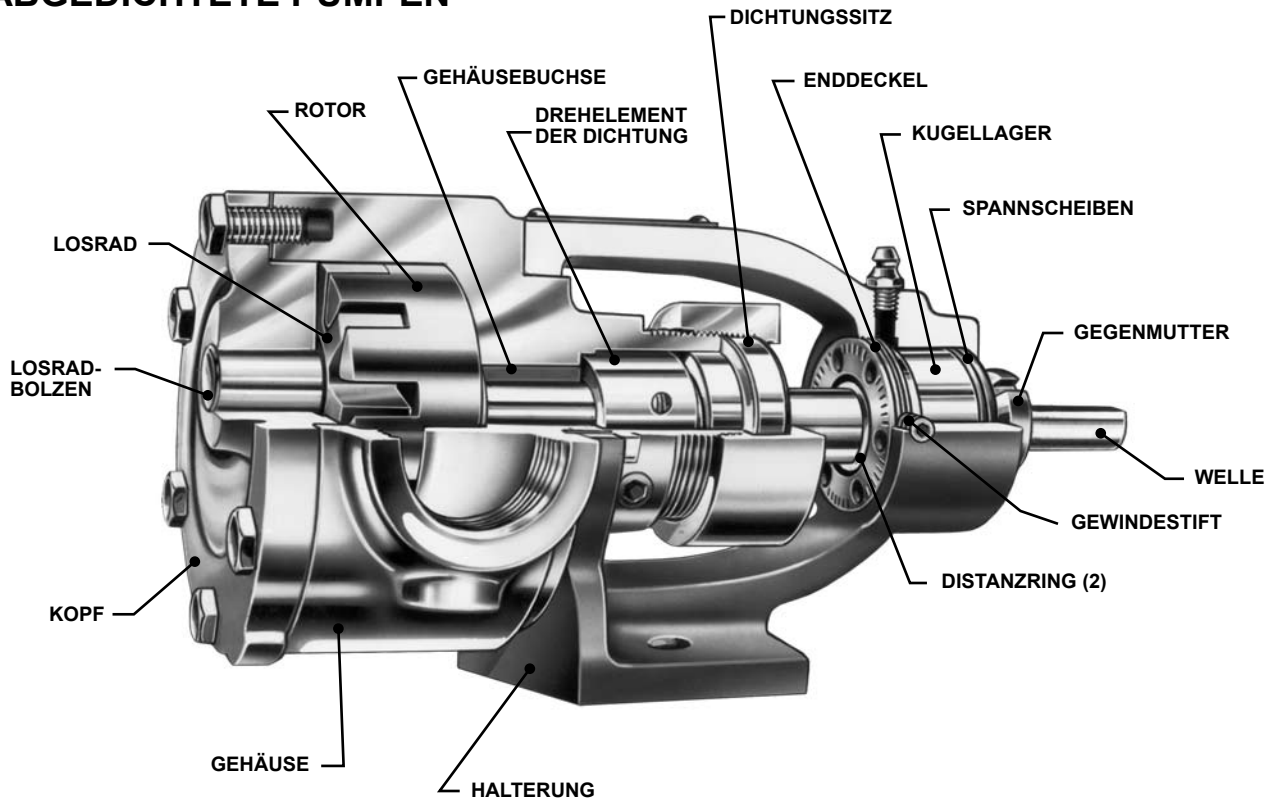
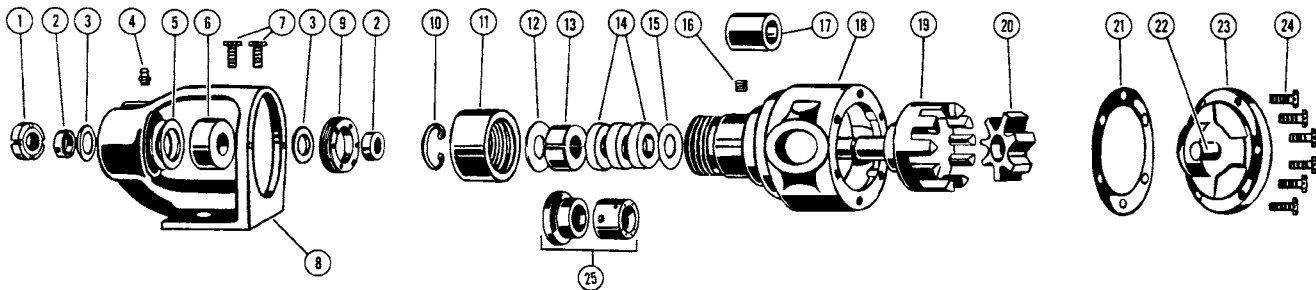

ABBILDUNG 2
ABBILDUNG 3
4. Die Druckbegrenzungsventil-Stellschraubenkappe muss **stets** in Richtung der Saugseite der Pumpe zeigen. Wenn die Drehrichtung der Pumpe umgekehrt wird, das Druckbegrenzungsventil ausbauen und um 180° gedreht einbauen. **Siehe Abbildung 1 auf Seite 1, Abbildung 2 auf Seite 3 und Abbildung 3 auf Seite 4.**
1. **ACHTUNG:** Wenn der Kopf von der Pumpe entfernt wird (siehe Abbildung 2), bleibt das Losrad gewöhnlich am Losradbolzen befestigt; es fällt jedoch herunter, wenn die Innenseite des Kopfes nach unten geneigt wird. Das Losrad kann durch Fallen auf eine harte Oberfläche beschädigt werden. Wenn das Losrad herunterfallen sollte, das Teil sorgfältig auf eingekerbte oder raue Stellen untersuchen und solche Stellen vor dem Zusammenbau glattfeilen oder -schleifen.